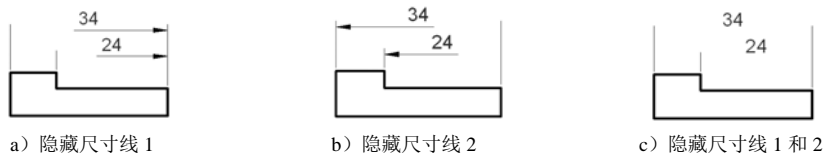

图 8.2.4 隐藏尺寸线
- **隐藏:** 选项组: 通过选中 尺寸线 1(O) 或 尺寸线 2(O) 复选框, 可以隐藏第一段或第二段尺寸线及其相应的箭头, 如图 8.2.4 所示。还可以使用变量 DIMSD1 和 DIMSD2 设置该项。